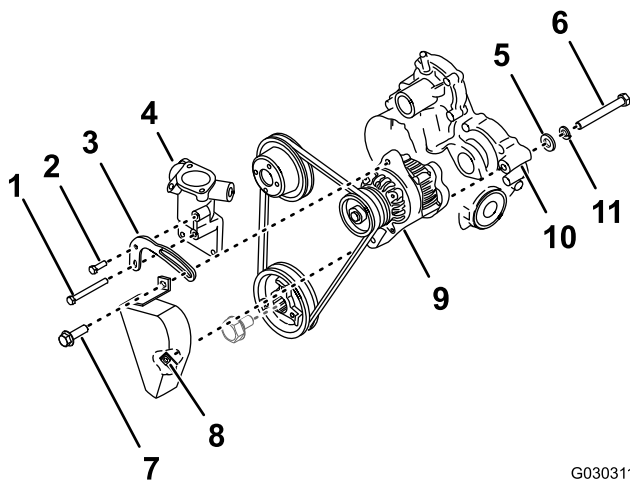

Bild 242
3. Entfernen Sie die Arretierschraube der Lichtmaschine von der Lichtmaschine und der Riemen-Spannhalterung (Bild 242).
- Entfernen Sie die kurze Schraube der Spannungsschraube vom Thermostatgehäuse und von der Riemen-Spannhalterung (Bild 242).
- Entfernen Sie die lange Schraube der Spannungsschraube vom Zylinderkopf, dem Thermostatgehäuse und der Riemen-Spannhalterung; entfernen Sie die Riemen-Spannhalterung von der Maschine (Bild 242).
- Lösen Sie an der Rückseite der Lichtmaschine die Drehschraube vollständig und nehmen Sie die Riemenabdeckung von der Maschine ab (Bild 242).
- Stützen Sie die Lichtmaschine ab und nehmen Sie die Drehschraube, die Sicherungsscheibe und die Flachscheibe von der Lichtmaschine und dem Getriebegehäuse des Motors ab (Bild 242).